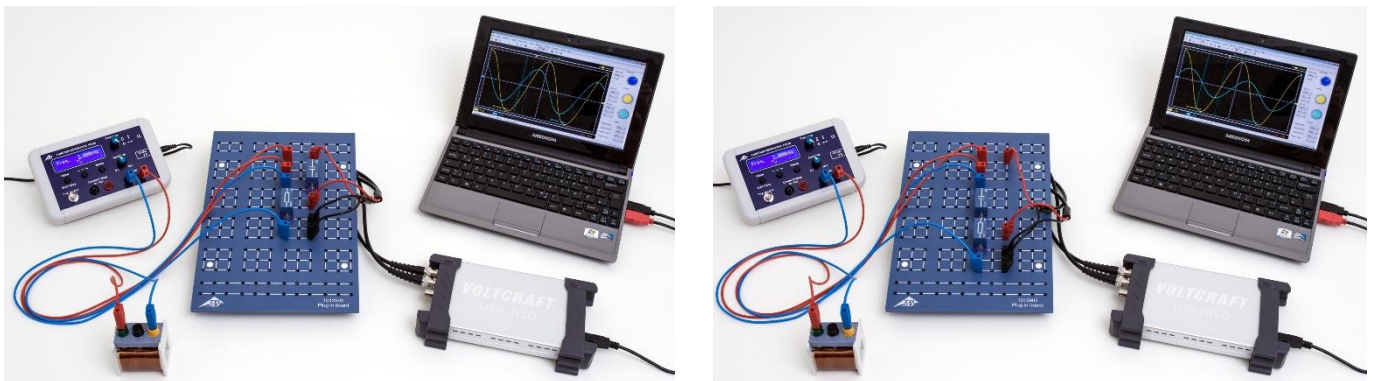
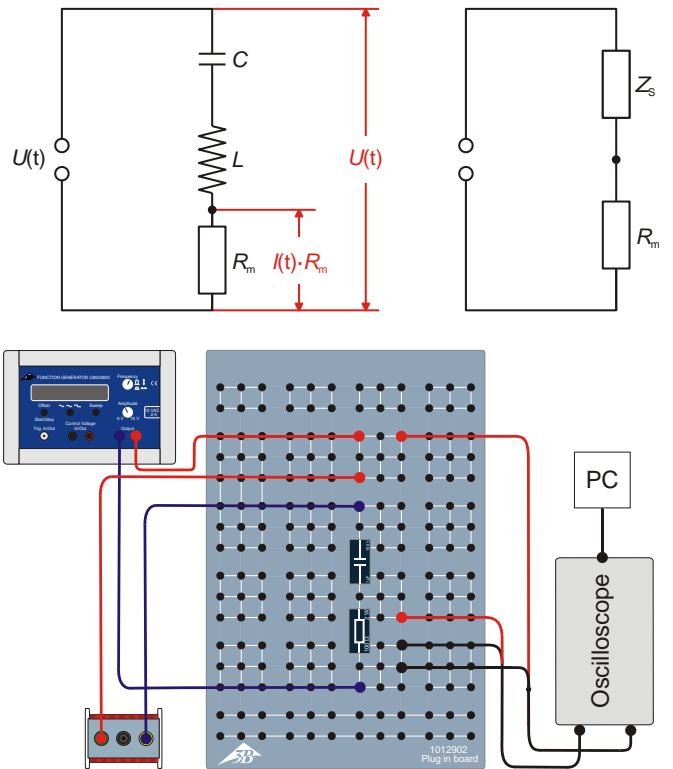
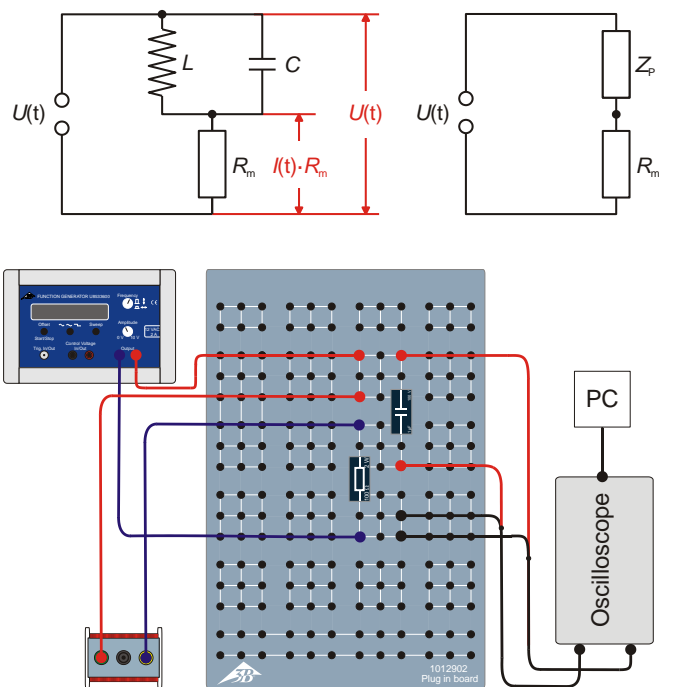

Fig. 1: Dispositif de mesure pour un circuit en série (droite) et pour un circuit en parallèle (gauche).
Fig. 2: Schéma de couplage (en haut à gauche), schéma équivalent (en haut à droite) et schéma du montage (en bas) pour le circuit série.
Fig. 3: Schéma de couplage (en haut à gauche), schéma équivalent (en haut à droite) et schéma du montage (en bas) pour le circuit parallèle.
Au cours de l'expérience, des circuits oscillants sont montés en circuits série ou parallèles de capacité et d'inductance. Un générateur de fonctions sert de source de tension avec une fréquence et une amplitude réglables. Un oscilloscope permet de mesurer le courant et la tension en fonction de la fréquence réglée. La tension U et le courant I sont représentés sur un oscilloscope, I étant la chute de tension $U_m(t)$ sur une résistance de travail R_m (Fig. 2, 3).
- Réaliser l'agencement de mesure pour le circuit série (Fig. 1, à droite) conformément au schéma de couplage (Fig. 2) avec $R_m=10 \Omega$, $C=1 \mu F$ et la bobine avec $N=1200$ spires / $L=23,0$ mH.
- Réaliser l'agencement de mesure pour le circuit parallèle (Fig. 1, à gauche) conformément au schéma de couplage (Fig. 3) avec $R_m = 10\ \Omega$, $C = 1\ \mu\text{F}$ et la bobine avec $N = 1200$ spires / $L = 23,0\text{ mH}$.
- Réaliser l'agencement de mesure pour le circuit série (Fig. 1, à droite) conformément au schéma de couplage (Fig. 2) avec $R_m = 10\ \Omega$, $C = 1\ \mu\text{F}$ et la bobine avec $N = 1200$ spires / $L = 23,0\text{ mH}$.